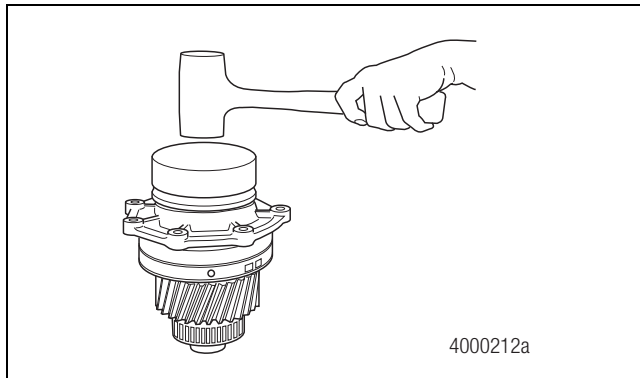

Figure 6.34
- Installer la bague d'étanchéité de l'arbre d'entrée. Tenir le manchon et la bague d'étanchéité uniquement par leur diamètre extérieur. Positionner la bague d'étanchéité sur le mandrin de pose, puis l'aligner avec l'arbre d'entrée. Ne pas toucher aux lèvres à l'intérieur de la bague d'étanchéité. Utiliser un marteau à amortisseur et un mandrin approprié pour loger la bague d'étanchéité dans le logement de roulement d'arbre d'entrée. Figure 6.34.